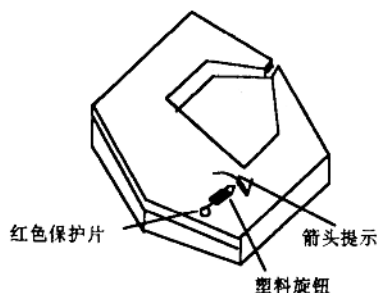

图 1
- (1) 如图1所示：从机箱中找出2411专用色带盒，取出卡在色带盒正面凹槽内的红色保护片，并按盒上所标的箭头方向(顺时针)转动盒上的塑料旋钮将色带绷紧。